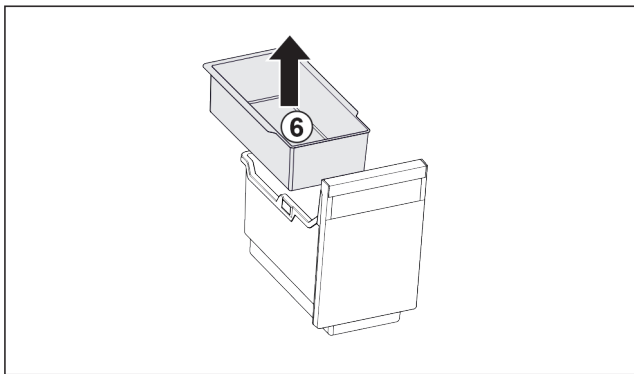

Fig. 90
- ▶ Irrota ripustuskulho Fig. 90 (6).